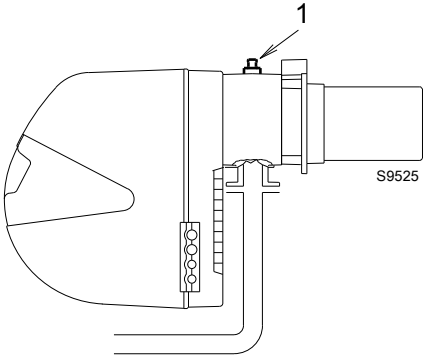

图 23
燃烧头处的压力降。在测试点 1) (图 23) 处测得的燃气压力，其中：
- 用在测试点 1)(图 23) 处测量的燃气压力减去炉膛压力。
测试点 1)(图 23) 处的燃气压力
计算测试点 1)(图 23) 处所需燃气压力，将燃烧器以最大出力运行：
- 读出右边栏 1 所示测试点 1)(图 23) 处压力。
测试点 1)(图 23) 所需的压力。
所有与燃烧器插头 1)，2)，3) (图 23) 连接的电缆都必须穿过导缆孔，从左侧或右侧插入四孔板，但在此之前必须先拧下螺丝 5)，拆开四孔板的部件 6) 和 7) 并去掉覆盖各个孔的薄膜。